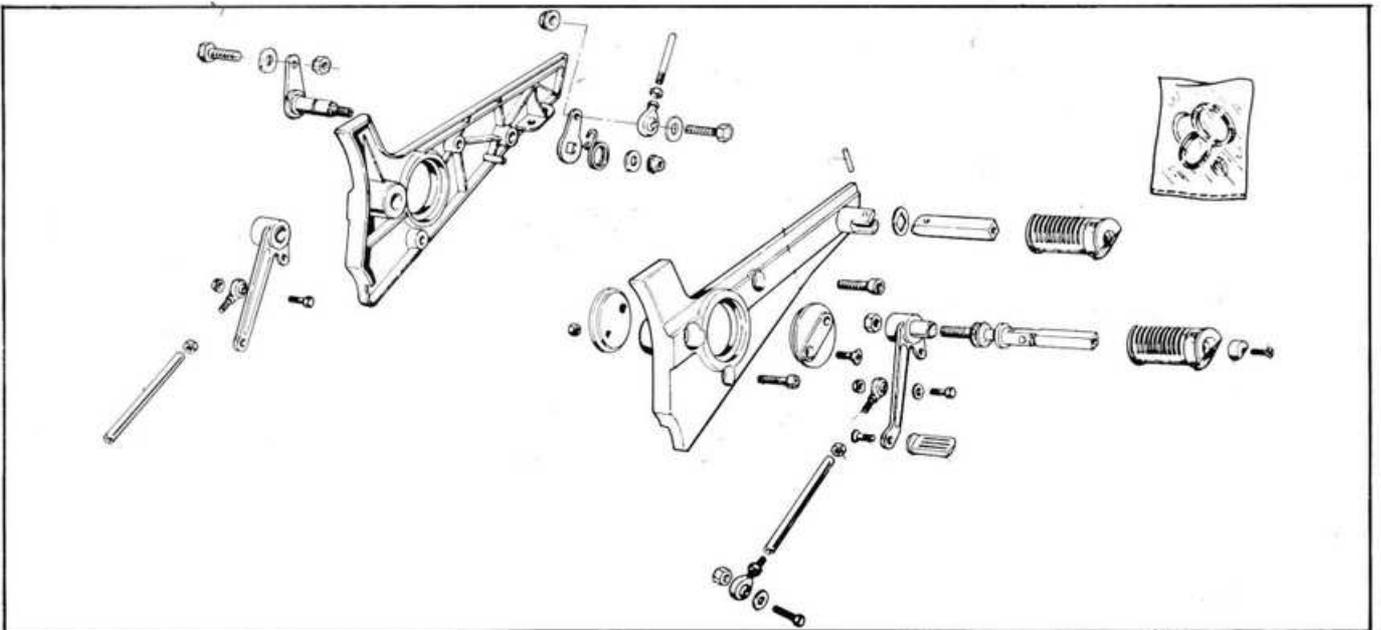

Fig. 206
**Pedane (Fig. 206)**
**Footrests (Fig. 206)**